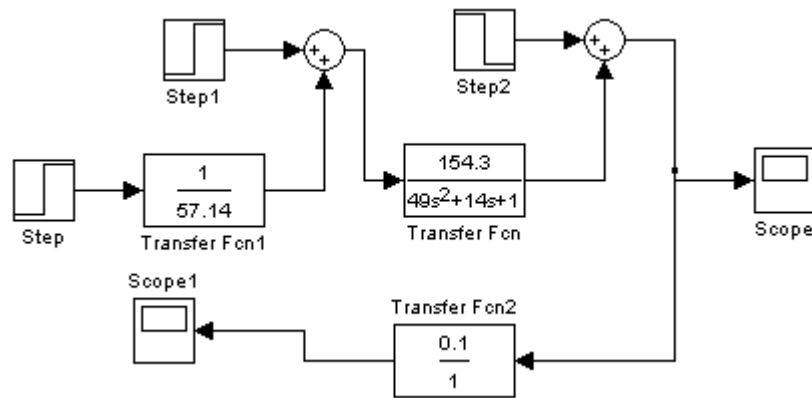

Figura 6.8 Modelo de una planta en configuración de lazo abierto.
28. Cree el sistema que se muestra en la Figura 6.8, arrastrando los elementos que se muestran en el buscador de librerías a la ventana del modelo, en la Tabla 6.2 se encuentran las librerías donde están los elementos del sistema, para unir los elementos haga clic en los conectores que tienen los elementos, arrastre el cursor hasta el otro elemento a conectar y luego suelte.